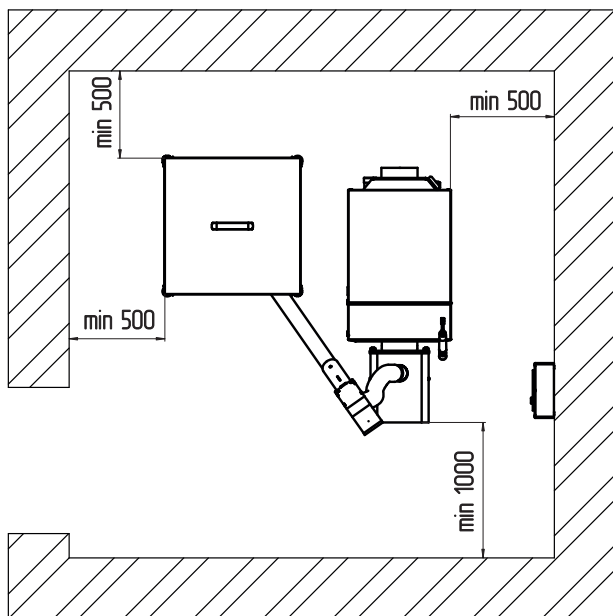

Рис. 12 Расположение котельной установки в помещении
7.3.10. Расположение котельной установки в помещении с учетом необходимого для обслуживания пространства (см. Рис. 12).